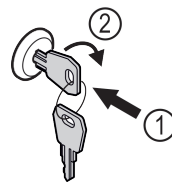

Fig. 200
- ▶ Sleutel erin duwen. Fig. 200 (1)
- ▶ Sleutel 90° rechtsom draaien. Fig. 200 (2)